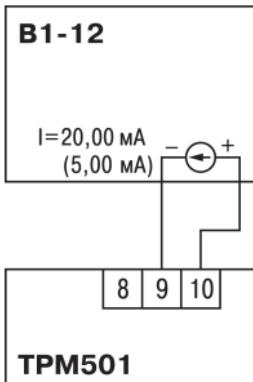

Рисунок 8.3 – Схема подключения
1. Подключить ко входу (клещмы 8 – 10, см. *рисунок 8.3*) прибора вместо датчика дифференциальный вольтметр В1-12, включенный в режиме калибратора тока.